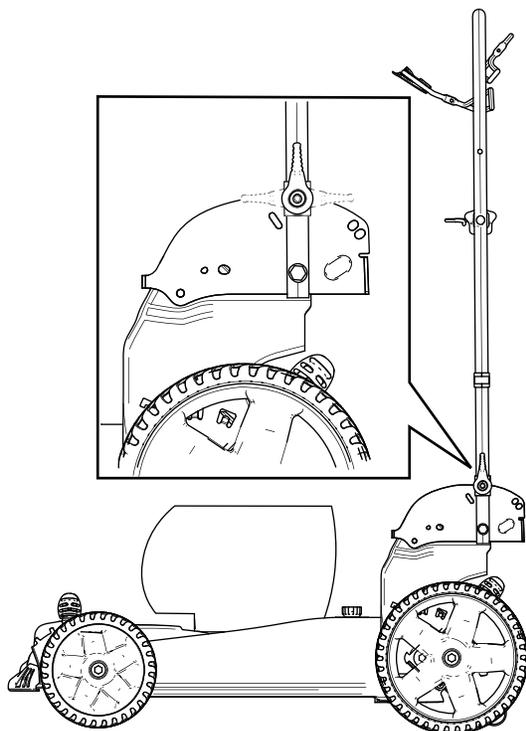

Figura 20
4. Dobre a pega para a frente para a posição vertical ou totalmente para a frente como se mostra na Figura 20.